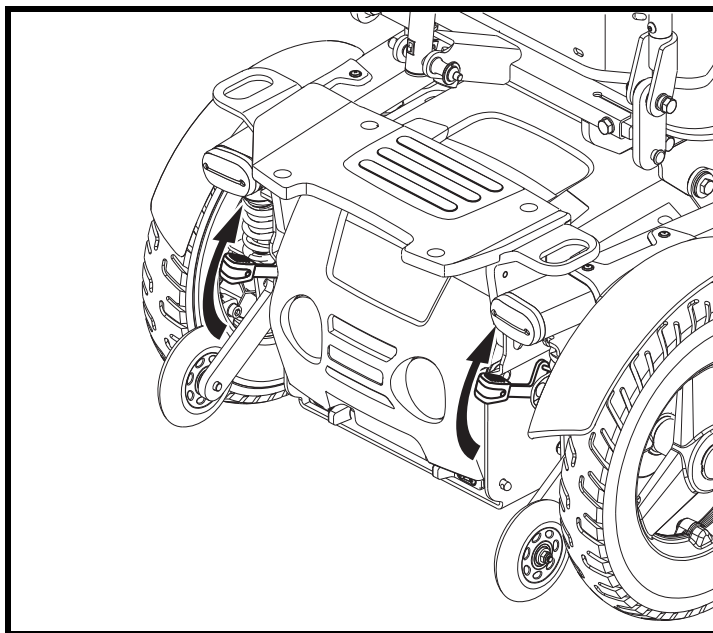

Figura 9. Modalità sblocco ruote manuale (trazione disinserita)
3. Tirare le due leve verso l'alto per disattivare i motore do trazione. Vedere figura 9.